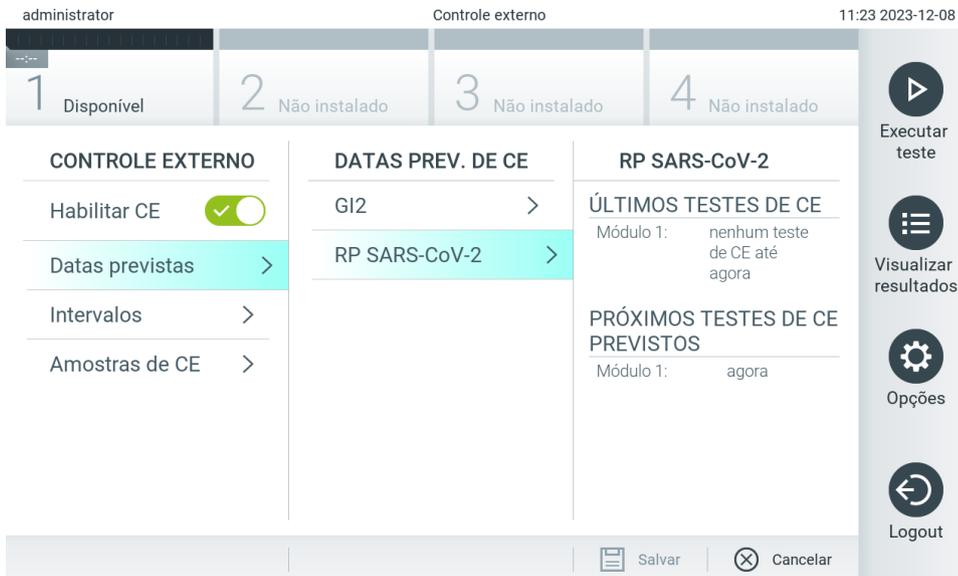

Figura 76. A tela External Control Due Dates (Dataprevistas de controle externo).
7. Selecione **Due Dates** (Datas previstas) e depois um ensaio da lista para ver quando o último teste de External Control (Controle externo) foi realizado por ensaio e módulo analítico e para quando o próximo teste de External Control (Controle externo) está previsto (Figura 76).